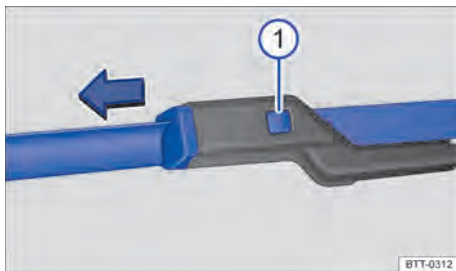

Fig. 137 Substituir as palhetas dos limpadores do para-brisa.
- Manter o botão de destravamento ⇒ Fig. 137 ① pressionado e, ao mesmo tempo, retirar a palheta do limpador do para-brisa no sentido da seta.